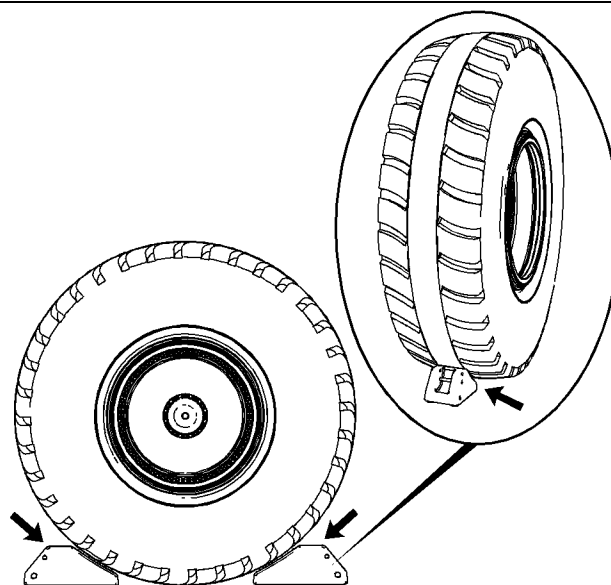

Ilustración 139
5. Quite cada calce de rueda del soporte de almacenamiento e instálelo en el neumático, como se muestra en la ilustración 139 . Coloque un calce de rueda en la parte delantera y otro en la parte trasera del neumático. Coloque cada calce de rueda firmemente y en ángulo recto contra el neumático. Coloque los calces de ruedas en el centro de la banda de rodadura del neumático.